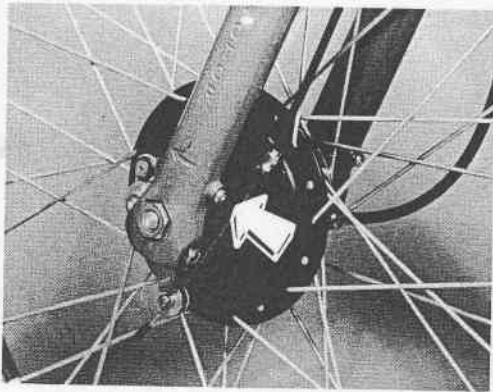

Fig. 16 - Vis de vidange d'huile
- Dévissez la vis de vidange sur les pattes (Fig. 16) et laissez s'écouler l'huile.